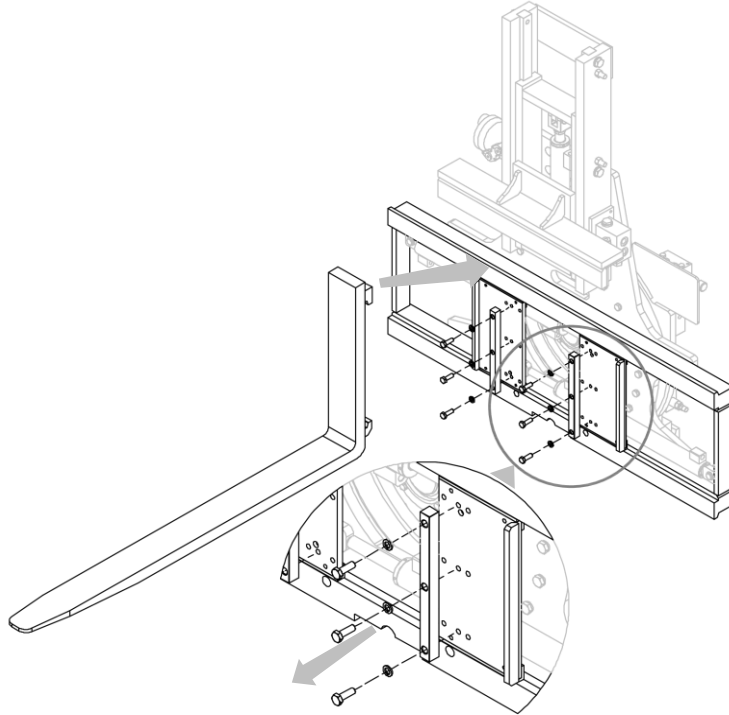

Figure 13
1. Fixer les fourches (les enfiler à partir du centre où la rainure spéciale est présente) après avoir dévissé les butées de fourche (voir *Figure 13*) ; en fonction de la largeur des fourches, utiliser les trous les plus appropriés.